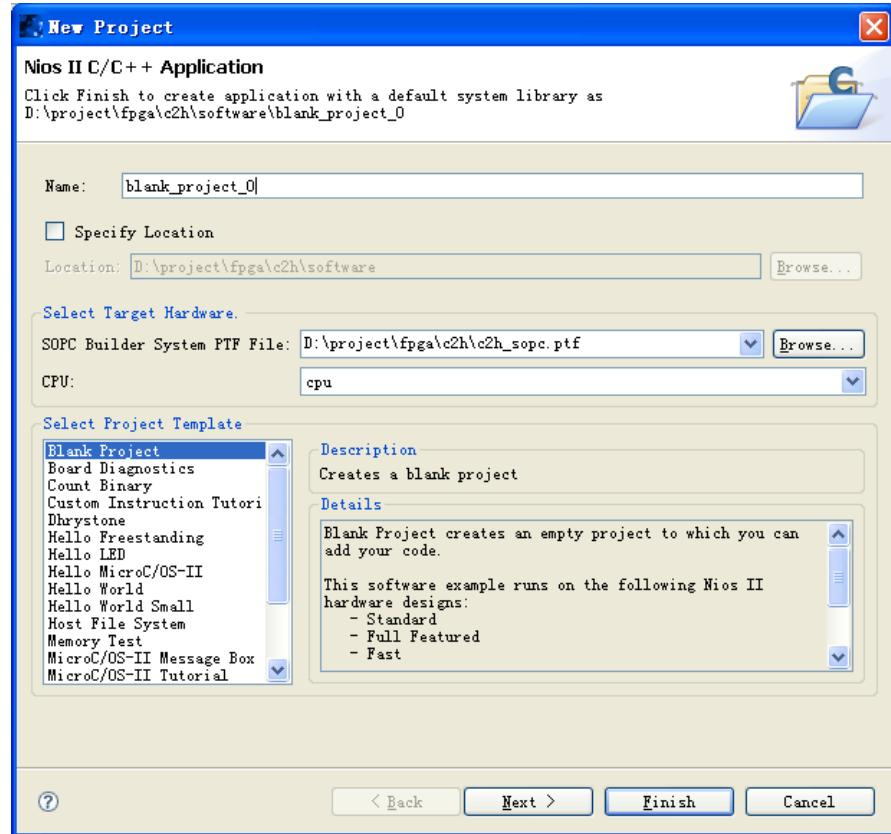

图 8-3 选择工程模板
19. 打开 Nios II IDE, 选择好合适的工作空间, 新建空白工程。如图 8-3。